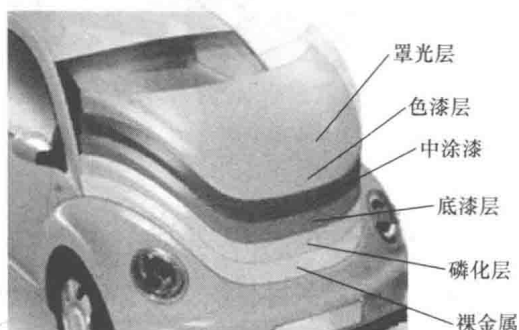

图 1-7 汽车涂层示意图
(4) 汽车涂装件产品一般为多涂层涂装。汽车车身涂层如果是单涂层,则会失去装饰性,漆面会显得不够饱满,色彩干涩且达不到上述优良的保护性。所以,汽车涂层一般都是由三层以上的涂层组成的,如轿车车身的涂层就是由底涂层(主要是防锈底涂层)、中间涂层(提高上、下涂膜的结合能力,提供韧性和抗冲击能力)和面涂层(提供多彩的颜色)组成的(图 1-7),涂层的总厚度一般控制在 $100\mu\text{m}$ 左右。